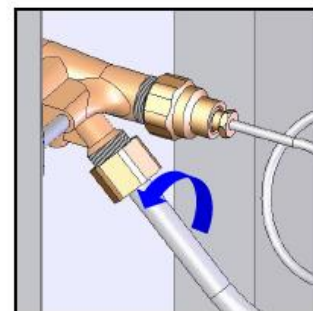

Figure 2
- Dismantle Radian Gas Supply Pipe-Valve Connection Sleeve (Figure 2).
- Ausbau der Verbindungsmuffe zwischen dem Radian Gasversorgungsschlauch und dem Ventil (Bild 2.).